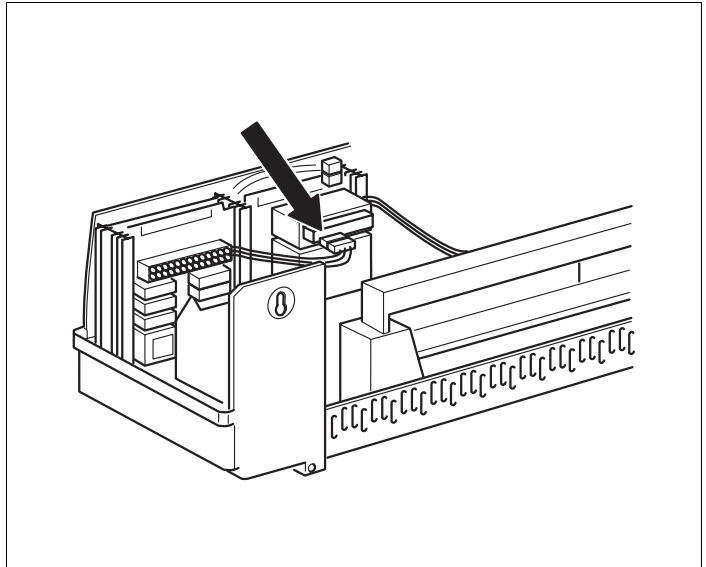

Fig. 15 Conectare la alimentarea cu tensiune de 230 V
- Fișa de conectare a modulului la 230 V se introduce în poziția prevăzută pe rigleta de contacte (pentru conectarea modulului din soclul 2, vezi săgeata din fig. 15).